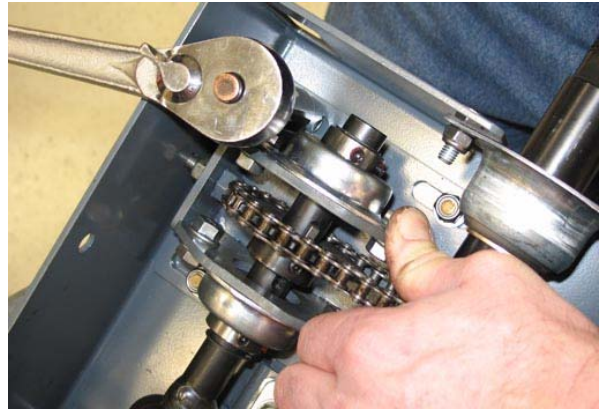

FIG. 52
13. **Nouvelles machines** : Desserrez la visserie de fixation de la plaque de support soudée/les paliers à bride au profilé de montage de direction. Serrez la visserie à 24 N.m/18,5 lb pi. (Figure 52)
14. **Anciennes machines** : Poussez le support de plaque soudée/les paliers à bride pour resserrer la chaîne et serrez complètement la visserie de fixation de la plaque soudée/les paliers à bride à la chaîne de direction. Serrez la visserie à 24 N.m/18,5 lb pi. (Figure 52)